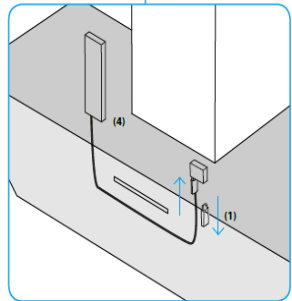

Fig. 3 Enkel montering av mottagaren. Mottagaren installeras lätt utan behov av extra verktyg. Avlägsna stiftet (1) inne i spiskåpan och för in mottagaren (4).
**Fig. 3** Montaggio semplificato del ricevitore Il ricevitore può essere montato facilmente senza attrezzatura aggiuntiva: Aprire il bordo angolare da davanti, rimuovere lo stick (1) dal lato interno della cappa e collegare il ricevitore (4).